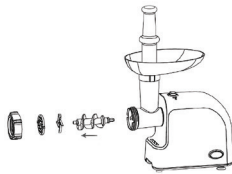

Рис. 15
- Для разборки головки мясорубки (7), открутите гайку (11) поворачивая её против часовой стрелки, выньте из корпуса головки мясорубки (7) установленную решётку (10), выньте крестообразный нож (9) и шнек (8) (рис. 15).